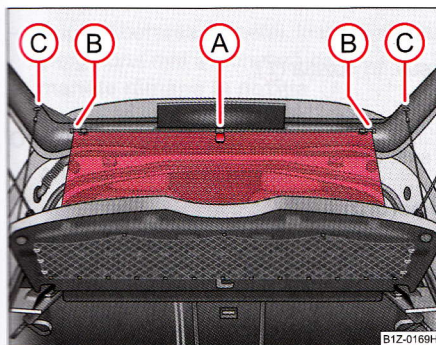

Fig. 53 Desfacerea ruloului parasolar
- Trageți ruloul parasolar de curelușă (A) și agățați-l în suportul (B) ⇒ fig. 53.